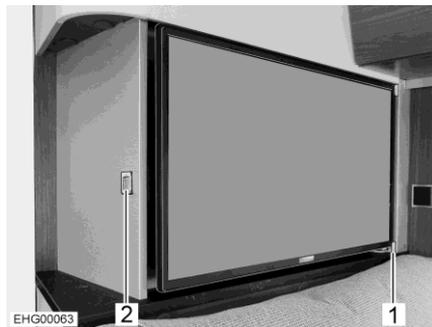

Fig. 67 Pantalla plana
La pantalla plana (Fig. 67,1) está retenida al lado por un riel guía.
- Pulsar el botón de desbloqueo (Fig. 67,2).
- Extraer la pantalla plana del riel guía (Fig. 67,1) a la posición deseada.
- Empujar la pantalla plana hacia atrás hasta que engatille en el riel guía (Fig. 67,1).